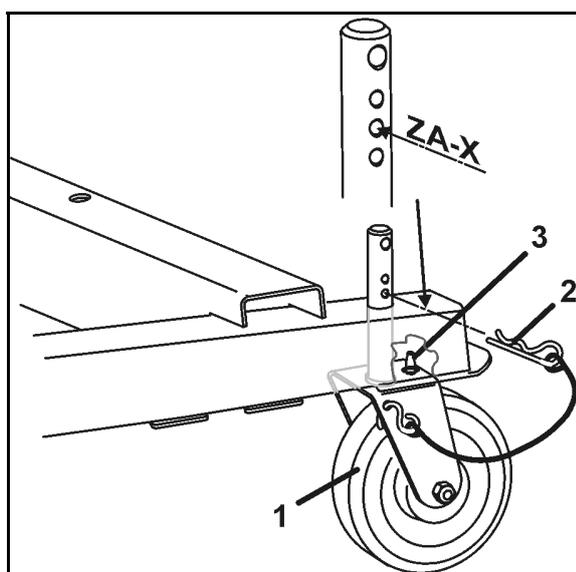

Fig. 47
6. Montez les roulettes fixes (Fig. 47/1) à l'arrière
- o et bloquez-les en plaçant une goupille (Fig. 47/2) dans les alésages centraux,
Veillez lors du montage des roulettes fixes à ce que l'axe (Fig. 47/3) soit enchâssé dans l'alésage du bâti et maintienne ainsi les roulettes dans le sens de la longueur.